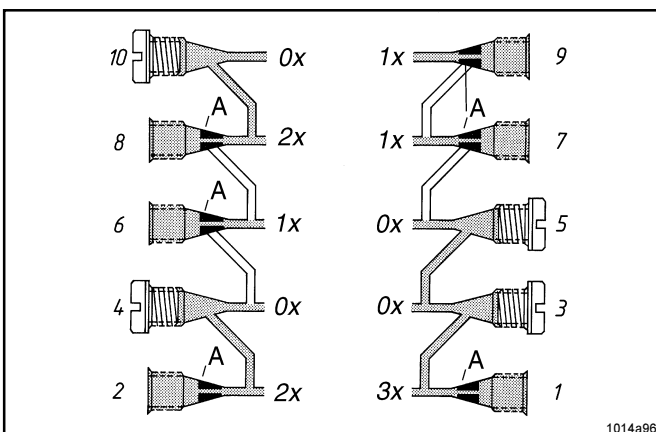

Fig. 21 - Débit simple, double et triple
- Sur la Fig. 21, l'orifice de sortie n° 10 est fermé. La quantité de lubrifiant de cet orifice est amenée à la sortie n° 8.
- Si la quantité débitée à la sortie n° 1 doit être triple, fermer les orifices de sortie qui se trouvent au-dessus de l'orifice de prélèvement. Voir sorties 3 et 5 sur Fig. 21.